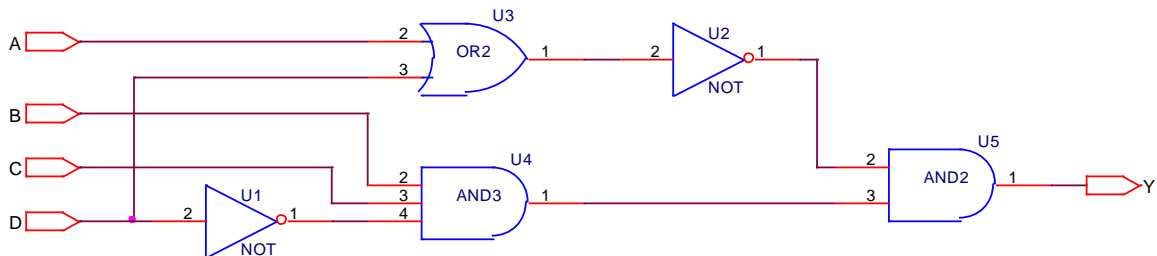

图 3、习题 4 电路原理图
2.4、 设计一个 Verilog 模块，描述如图 3 所示的电路原理图表示的电路。并设计一个测试平台，对电路进行仿真。